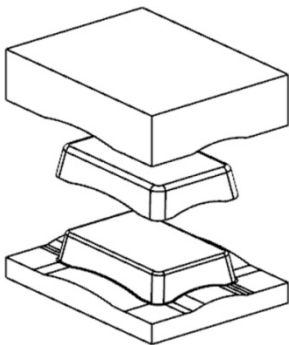

图 5-11 移动其他零件
(21) 在横向菜单中选取“窗口”，再选取“fangai-top-000.prt”，打开“fangai-top-000.prt”零件图。
(22) 选取“菜单 | 装配 | 爆炸图 | 新建爆炸图”命令，在【新建爆炸图】对话框中“名称”选取默认的名称“Explosion 1”。
(23) 选取“菜单 | 装配 | 爆炸图 | 编辑爆炸图”命令，在【编辑爆炸图】对话框中选取“☒ 选择对象”单选框，在工作区中选取工件上表面。在【编辑爆炸图】对话框中选取“☒ 移动对象”单选框，选取 Z 轴的箭头，移动所选取的零件。
(24) 采用相同的方法，移动其他零件，如图 5-11 所示。